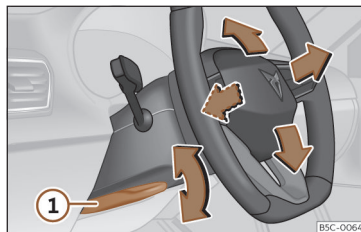

Fig. 66 Alavanca na parte inferior do lado esquerdo da coluna de direção
- Puxe a alavanca >>> **Fig. 66 ①** para baixo, mova o volante até à posição desejada e volte a subir a alavanca até ao ponto de fecho.
- Após ajustar a coluna da direção, empurre firmemente a alavanca >>> **Fig. 66 ①** para cima para que o volante não mude de posição acidentalmente durante o andamento.